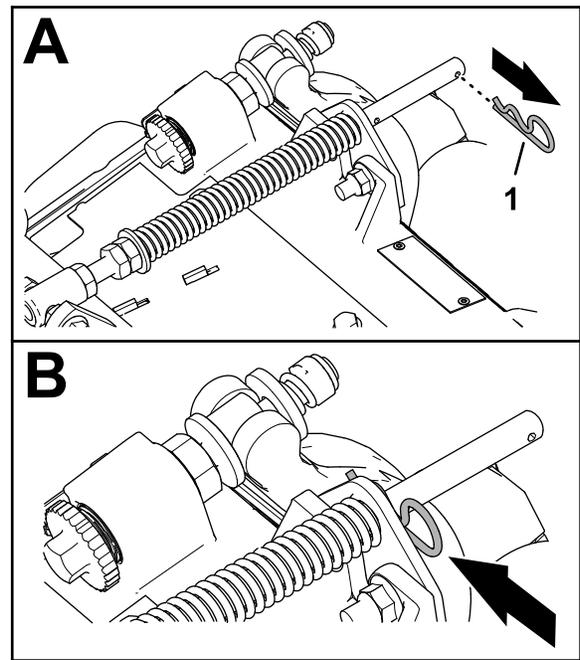

Figura 16
- Si la chaveta está instalada en el orificio trasero de la varilla de compensación del muelle, retire la chaveta e introdúzcala en el orificio situado junto al soporte (Figura 16).